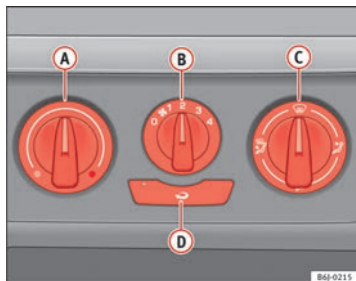

Fig. 92 Comandos do aquecimento no painel de instrumentos
- Rodar o regulador da temperatura ⇒ Fig. 92 **A** para a esquerda.
- Rodar o regulador da temperatura ⇒ Fig. 92 **A** para a direita, até ser atingido o nível de aquecimento pretendido.
- Rodar o regulador da temperatura ⇒ Fig. 92 **A** para a direita até ao nível máximo de aquecimento.
- Rodar o regulador da temperatura ⇒ Fig. 92 **A** para a zona do aquecimento.